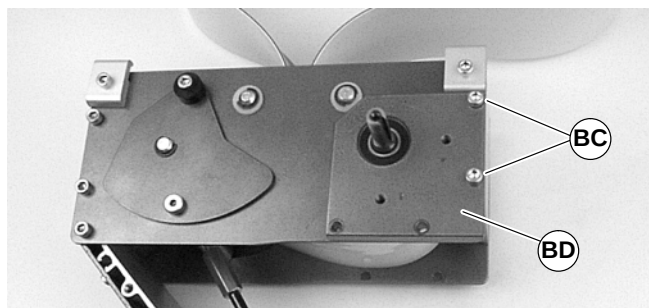
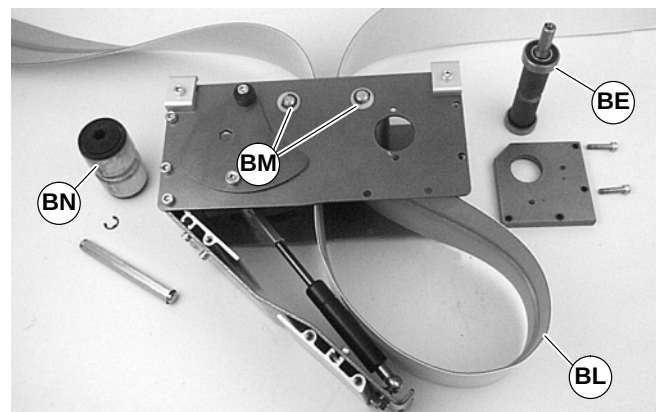

Abbildung 27
Abbildung 33
1. Die Antriebsplattenschrauben (BC in Abbildung 27) entfernen. Die Spannplatte zum Antrieb (BD) entfernen.
2. Die Gurtschleife (BL siehe Abbildung 33) in das Antriebsmodul zwischen die oberen Umlenkrollen legen (BM).
3. Die Umlenkrolle mit Nut (BN siehe Abbildung 33) in die Gurtschleife legen und in das Antriebsmodul installieren. Lesen Sie unter „Entfernen des Gurtes vom Antriebsmodul“ auf Seite 12 nach und führen Sie den Schritt in umgekehrter Reihenfolge aus 3.
4. Die Antriebsrolle (BE siehe Abbildung 33) in die Gurtschleife legen und in das Antriebsmodul installieren. Lesen Sie unter „Entfernen des Gurtes vom Antriebsmodul“ auf Seite 12 nach und führen Sie die Schritte in umgekehrter Reihenfolge aus 1 und 2. Die Schrauben (BC siehe Abbildung 27) mit 9 Nm festziehen.